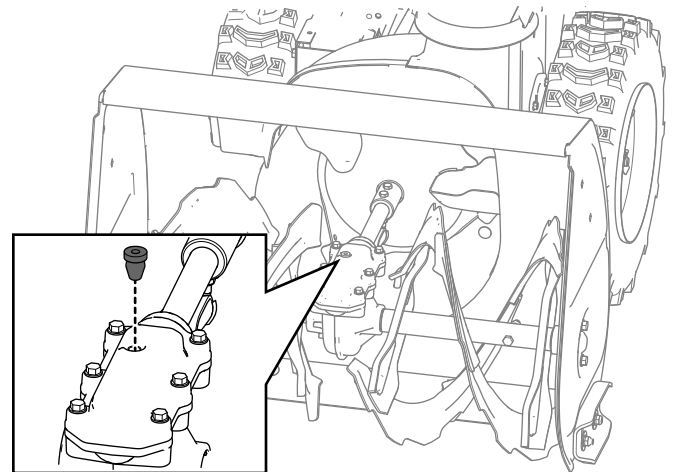

Bild 30
2. Reinigen Sie den Bereich um den Rohrverschluss und entfernen Sie den Rohrverschluss vom Getriebe (Bild 30).